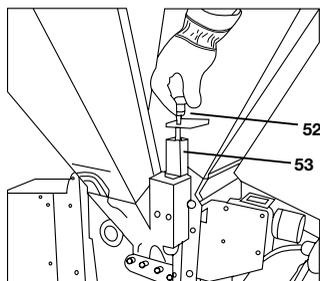

Figura 45
- Gire la varilla roscada (52) nuevamente en el soporte de contacto (53) (véase la Figura 45).
- Gire la varilla roscada (52) nuevamente en el soporte de contacto (53) (véase la Figura 45, en la página 15).